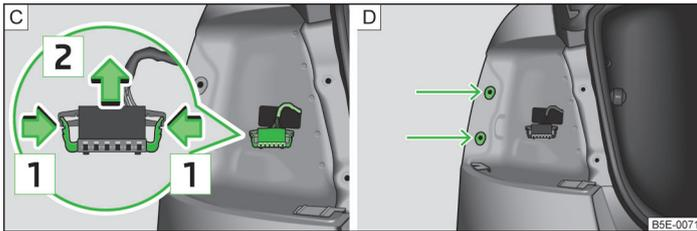

Abb. 230 Leuchtenstecker / Leuchte einbauen
- Die beiden Verriegelungen am Stecker in Pfeilrichtung zusammendrücken » Abb. 230 - [C].
- Die Leuchte in die Aufnahmen in der Karosserie einsetzen » Abb. 230 - [D].